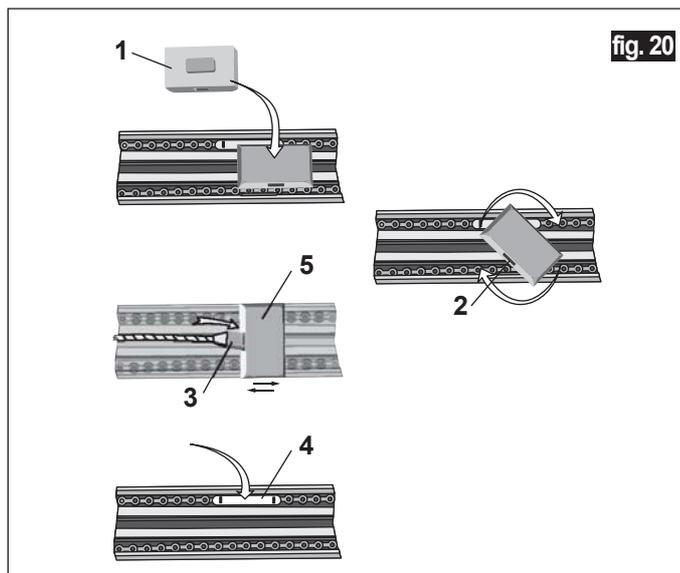

fig. 20
- Appliquer le fin de course magnétique sur le guide (**fig.20-réf.1**).
- Tourner de 90° le fin de course pour le bloquer de façon stable sur le guide avec le connecteur (**fig.20-réf.2**) orienté vers le groupe moteur.
- Insérer la prise femelle (**fig.20-réf.3**) dans le connecteur du fin de course.
- Appliquer les aimants (**fig.20-réf.4**) sur la chaîne dans les positions correctes d'ouverture et de fermeture complètes qu'il est possible de déterminer en déplaçant la porte à l'aide des boutons **P2** et **P3** présents sur la platine (**fig.18**).
- Vérifier que la porte s'arrête bien dans les positions de fin de course souhaitées. Dans le cas contraire, régler la position des aimants (**fig.20-réf.4**) et, si nécessaire, effectuer de petits déplacements du fin de course sur le guide (**fig.20-réf.5**).